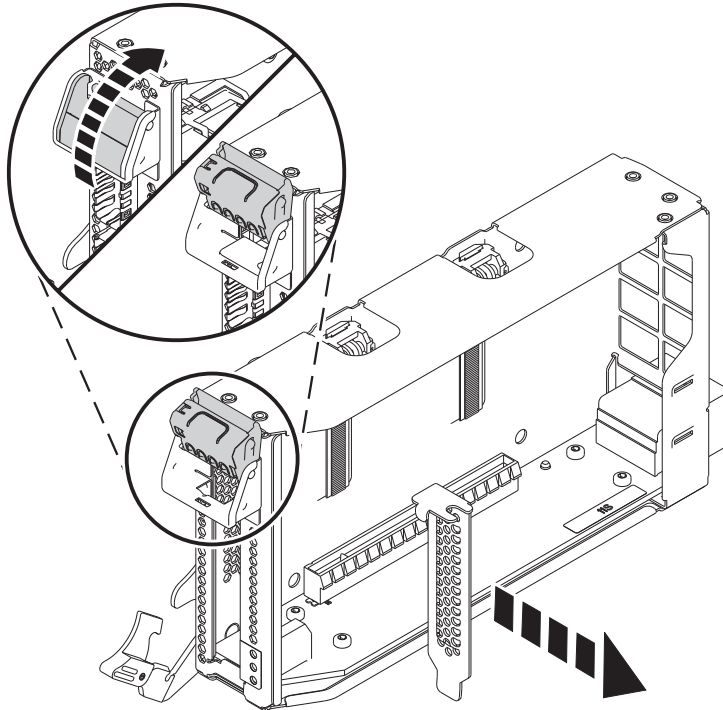

Figura 5. Extracción del relleno del adaptador PCIe de la casete del adaptador
- c. Para desbloquear la contrapunta del relleno, gire el pestillo que se halla en el extremo de la contrapunta de la casete como se muestra en la Figura 5 en la página 6.
- d. Extraiga la contrapunta del relleno de la casete, como se muestra en la Figura 5 en la página 6.